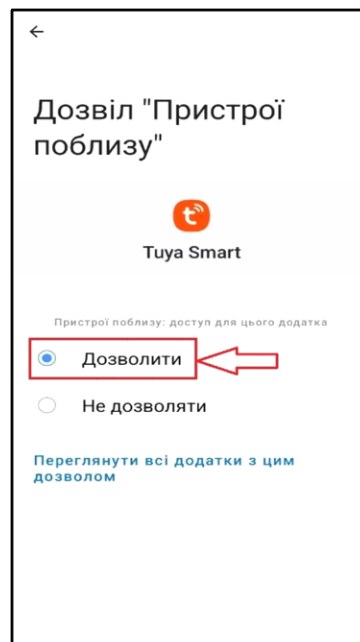

Рисунок 23
8.4. У «Дозвіл "Пристрою поблизу"» встановити «Дозволити» (рис.23);